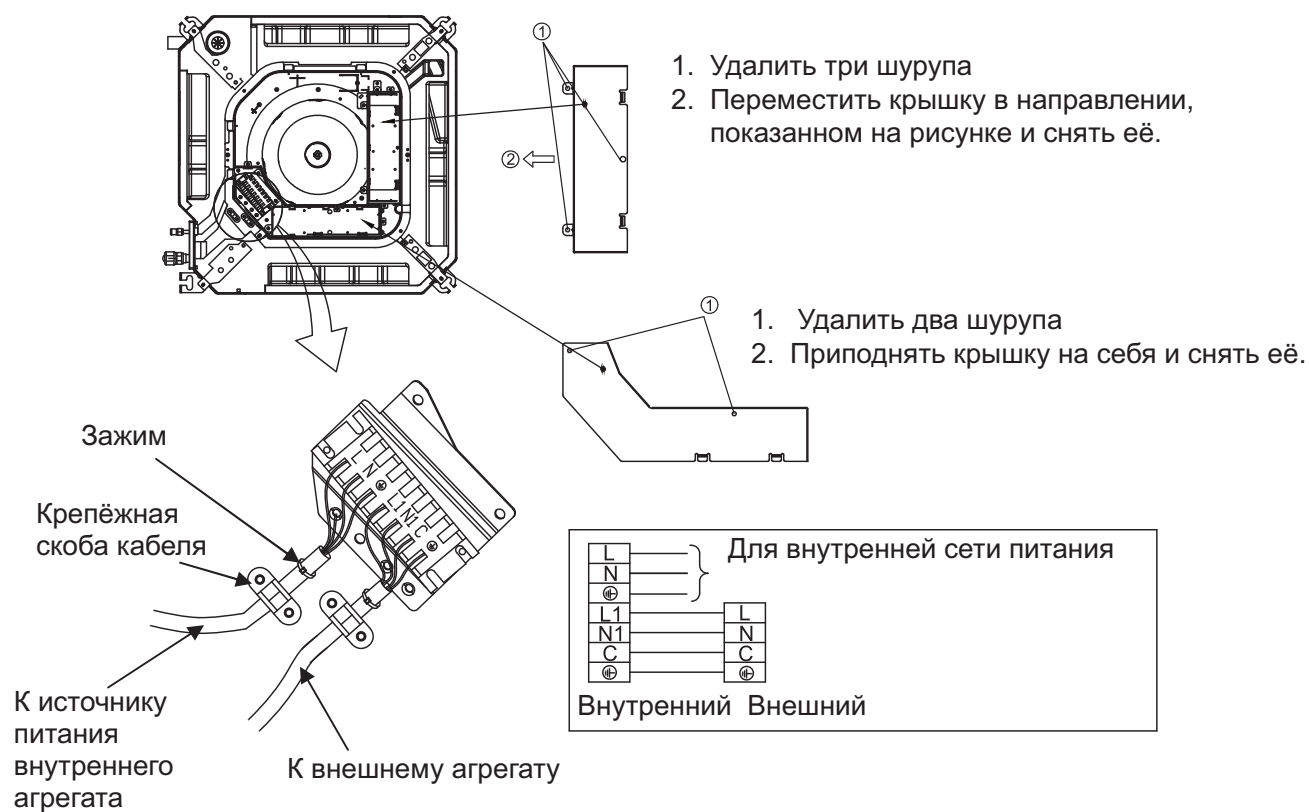

Рис. 16
3. Присоединить концы кабеля к терминалам внутреннего и внешнего агрегатов как показано на рис. 16.